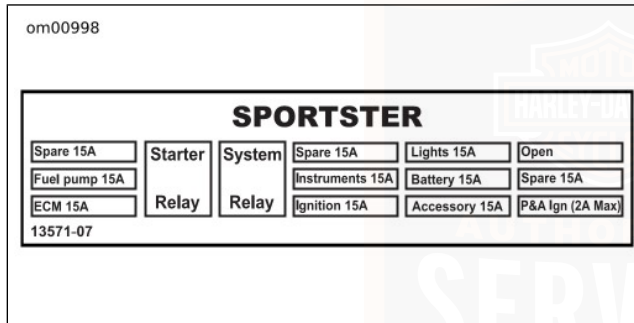

Abbildung 52. Sicherungsblock-Aufkleber: 2007 Sportster-Modelle
7. Sicherungen mit einem durchgebrannten oder gebrochenen Schmelzeinsatz ausfindig machen und ersetzen. Siehe Abbildung 51, Abbildung 52 und Tabelle 32, um festzustellen, welche Sicherung einen funktionsunfähigen Stromkreis schützt.